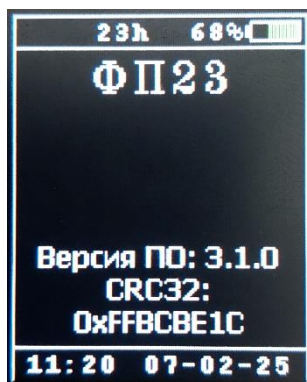

Рисунок 9.1.
9.4 Включение газоанализатора осуществляется нажатием и удержанием правой кнопки, которая находится под дисплеем. При этом на дисплее отображается заставка (рисунок 9.1) с названием прибора, версией программного обеспечения и контрольной суммой CRC32. В верхней части дисплея отображается приблизительное оставшееся время работы без подзарядки, процент заряда и индикатор батареи. В нижней части дисплея отображается текущая дата и время.